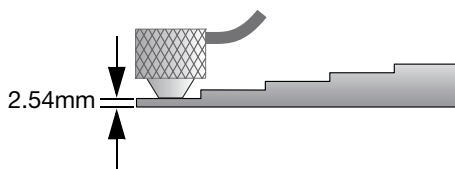

図 5-6 ステップ階段状試験片（薄い部分）による音速校正
- b) 試験片の薄い部分に探触子を接触させ（68 ページの図 5-6 を参照）、[ゼロ校正] を押します。